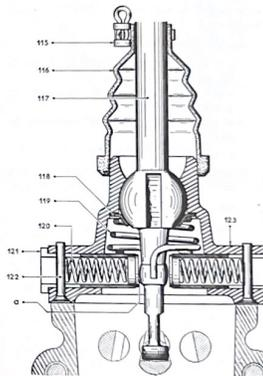

Fig. 3.18.—Palanca de mando de las horquillas.
3.2.1.5. Desarmado de la palanca de mando de las horquillas (fig. 3.18).
- a) Retirar de la palanca (117) el fuelle guardapolvo (116), quitando previamente la abrazadera de fijación (115).
- b) Retirar los dos pistones de retorno (121) de la palanca. Para ello, comprimir los dos muelles (120) por medio de un destornillador y extraer los dos pasadores (122) de retención de los muelles. Retirar los muelles.
- c) Retirar de su soporte, el muelle (119) que junto con la cazoleta (118), sirven de apoyo a la palanca. Retirar la cazoleta (118).
- d) Sacar del soporte (123), la palanca. Retirar el tornillo que impide la rotación de la palanca.
3.2.2.1. Preparar la palanca de mando de las horquillas (fig. 3.18).